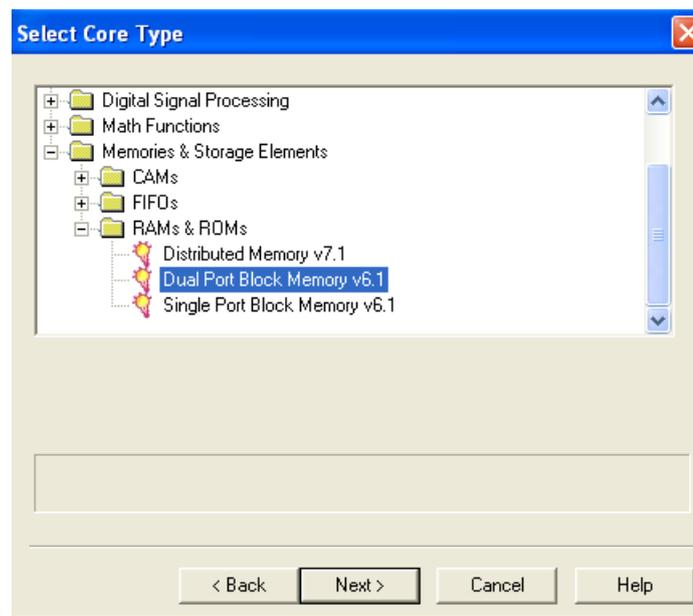

Рис. 2. Диалог Выбора Типа IP Core
- ③ Нажмите **Next**
- ④ В диалоге **Select Core Type**, раскройте **Memories & Storage Elements**, далее раскройте **RAMs & ROMs**, и выберите **Dual Port Block Memory v6.1**, как показано на **Рис. 2**